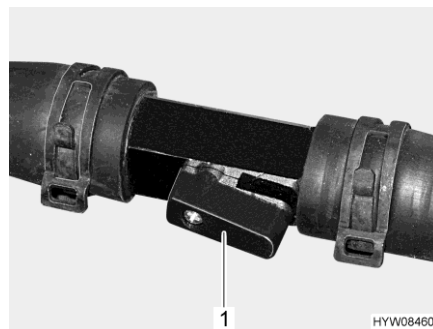

Fig. 179 Llave de paso (abierta)
- Ajustar la palanca (Fig. 179,1) en paralelo a la tubería (Fig. 179). Cuanto más se abra la llave de paso tanto más alta será la potencia calorífica.
- Ajustar la palanca (Fig. 179,1) transversalmente a la tubería. El circuito de calefacción se realizará a través de la tubería de derivación.